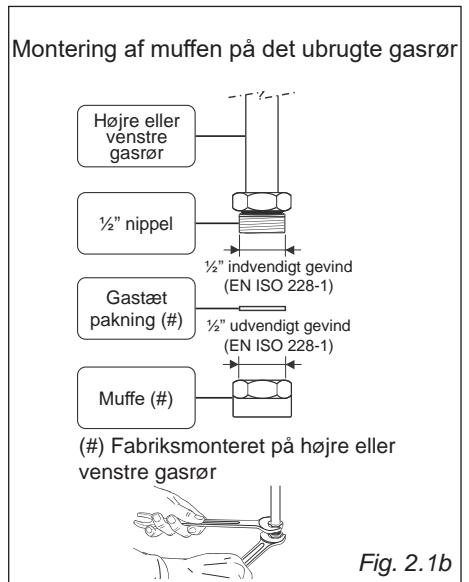

Fig. 2.1b
- Det ubrugte gasrør skal lukkes med den medleverede muffe og gastætte pakning iht. Fig. 2.1b.